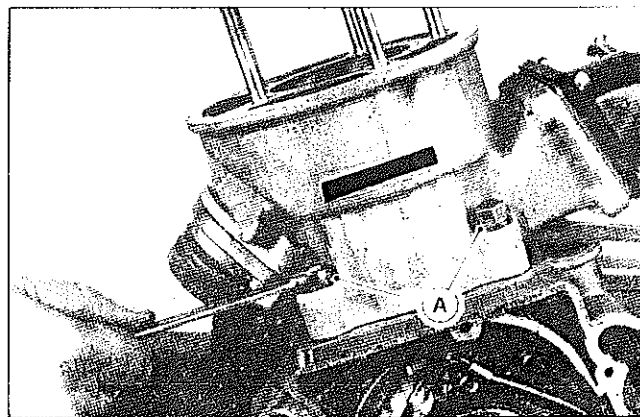

FIG. M2 - A. PORCA FIXAÇÃO DO CILINDRO
7. Retirar os parafusos que fixam a válvula lamelar e retirá-la com a respectiva junta de vedação. Figura M2.
8. Retirar os parafusos que fixam o coletor de escape. Retirar o coletor e a junta. Figura M2.
10. Desaparafusar as porcas de fixação do cilindro e removê-lo com a respectiva junta de vedação. Figura M2.